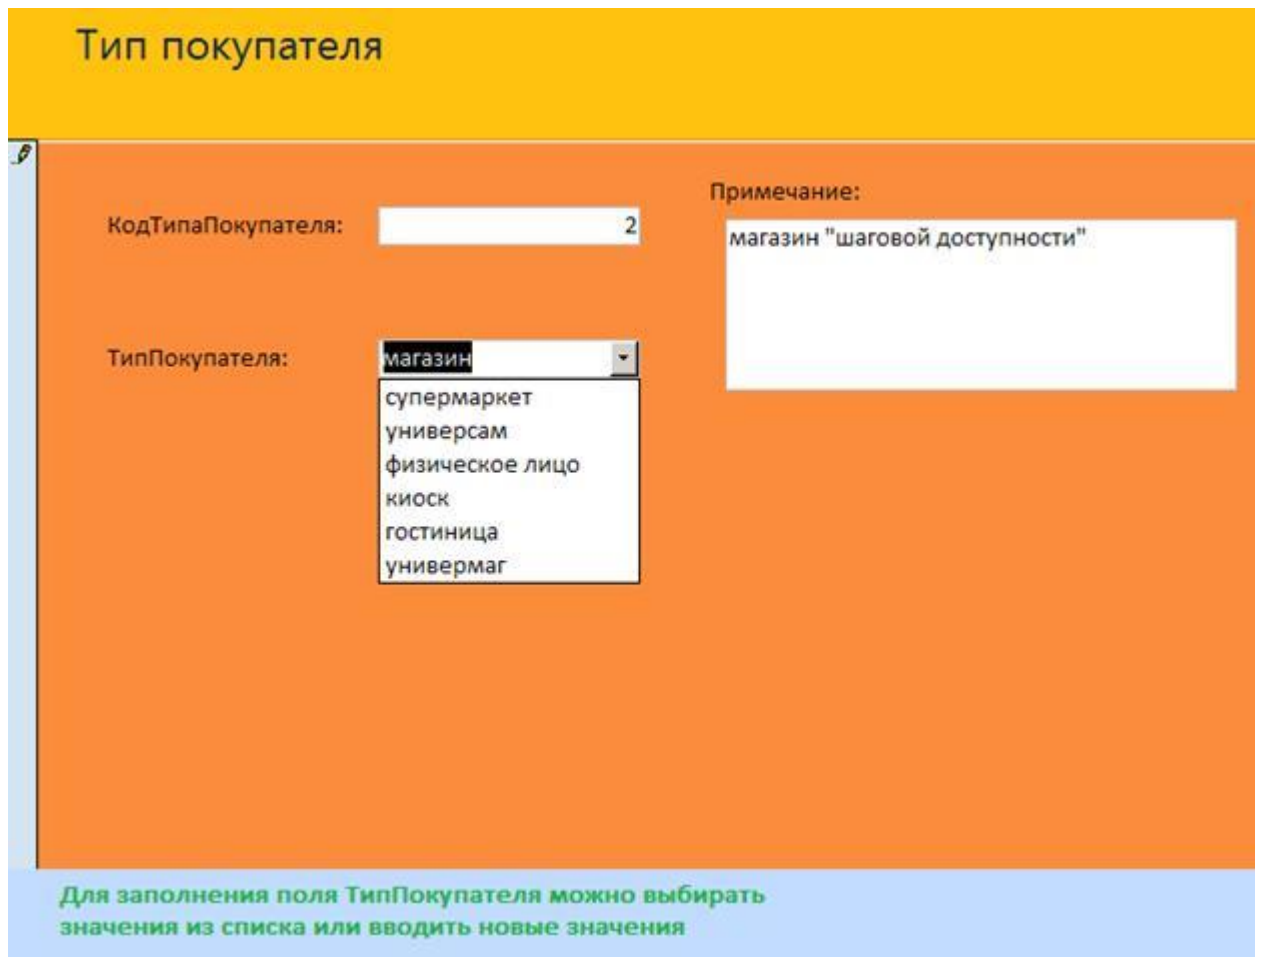

Рис.3. Изменение размеров и оформления элементов формы
6. В область ДАННЫХ перенесите мышью все поля таблицы из списка, расположенного в окне КОНСТРУКТОРА формы (рис.3).
9. Поместите в области ПРИМЕЧАНИЙ любую надпись, например, как показано на рис. 3.